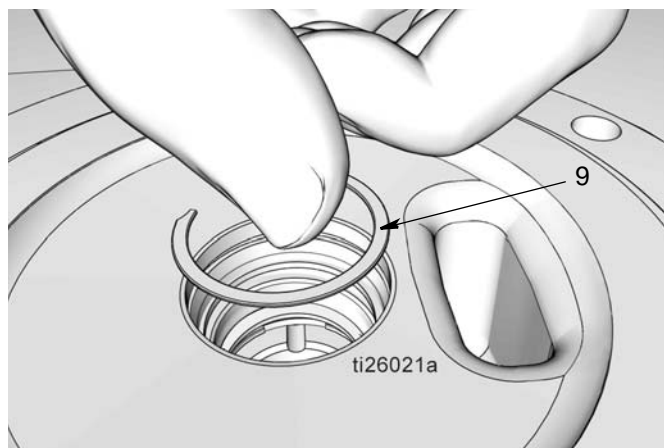

FIG. 38
- j. Installare la clip (9) (FIG. 38). Si deve avvertire un "clic" quando la clip di fissaggio viene correttamente inserita nella scanalatura.